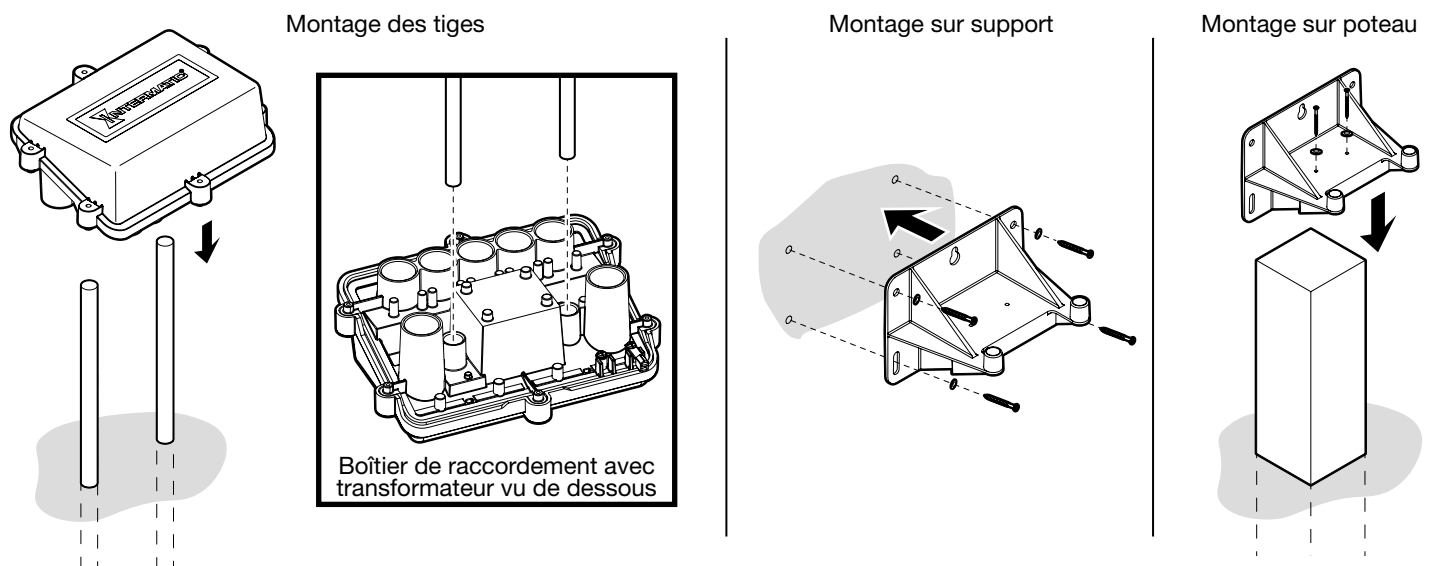

FIG. 2. Options de montage
2. Fixez le boîtier de raccordement avec transformateur avec des tiges de 1,9 cm (3/4 po). Voir FIG. 2 pour en savoir plus sur le montage des tiges.